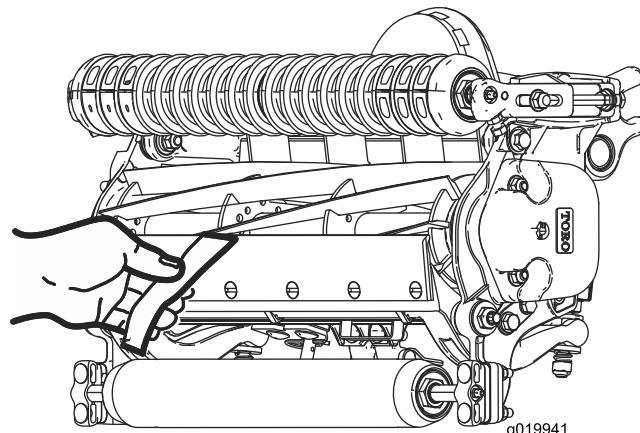

**Figura 9**
**Importante:** Asegúrese de que las tuercas de los extremos de los tornillos de ajuste de la barra de asiento no están apoyadas en la superficie de trabajo ().Figura 9